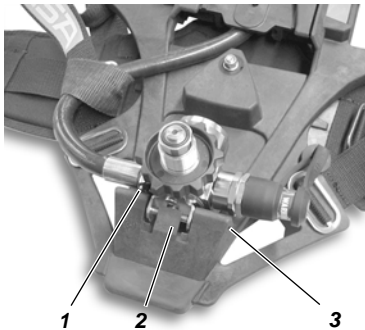
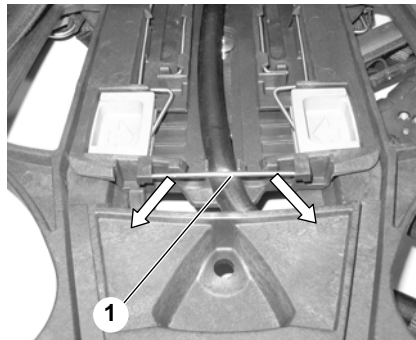

Bild 9 Ta loss reduceringsventilen
Bild 10 Ta loss flerkanssledningen
- (4) Dra ned axeldynorna till det lägsta läget på de laterala styrspringorna på den skjutbara bärplattan. Luta knapparna lite utåt och ta ut dynorna ur styrspringorna.
- (5) Knäpp loss axeldynor och midjebälte från bärplattan.
- (6) Tryck flerkanalsslängens stopptapp (se Bild 10) snett nedåt och ta bort den.
- (7) Gör samma sak på andra sidan av bärplattan.
- (8) Ta bort flerkanalsledningen från bärplattans skena.
- (9) Tryck ut spolen (3) i reduceringsventilens hållare (se Bild 9).
(10) Ta bort reduceringsventilen från bärplattan, tryck **inte** upp stoppfjädern (2).